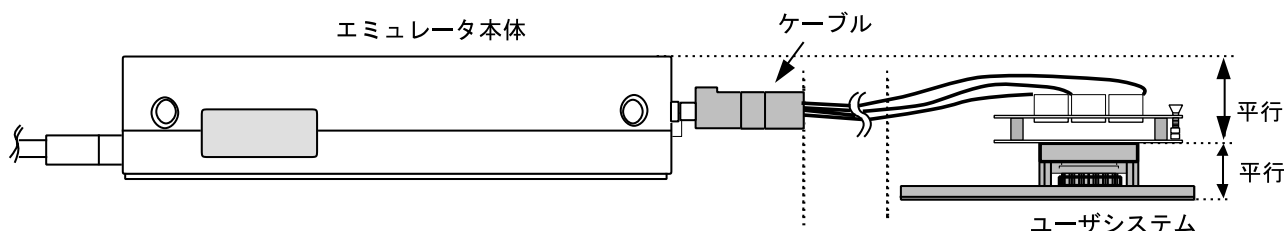

図10 設置例
- (1) ユーザシステムへの接続時には1ピン位置に十分注意して、誤接続は絶対にしないでください。
- (2) 本ユーザシステムインタフェースケーブルを使用する場合の推奨マウントパット寸法は、MCU実装用マウントパット寸法とは異なりますので注意してください。
- (3) 本ユーザシステムインタフェースケーブルは、HS2148EPI61Hエミュレータ専用ですので、他のエミュレータ本体には使用しないでください。
- (4) ケーブル本体部が断線する可能性がありますので、本ユーザシステムインタフェースケーブルの上に重いものや金属等の角の尖ったものを置かないでください。
- (5) ユーザシステムに接続した状態では、ユーザシステムインタフェースケーブル、特にケーブル先端部に無理な力が加わらないように注意する必要があります。図10の設置例を参照してご使用ください。